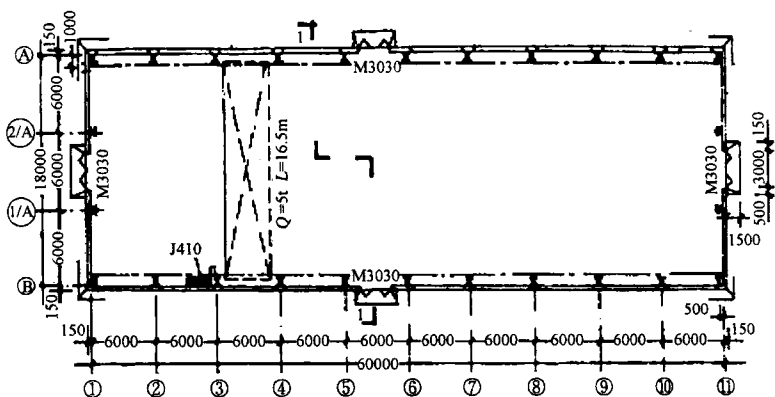

图 1-2 某单层工业厂房平面图
(1) 图 1-2 所示为某通用机械厂机修车间的平面图。车间的平面为一矩形,其横向轴线①~⑪共十个开间,柱子轴线之间的距离为 6000 mm,看图时应注意两端角柱与轴线(①和⑪)有 500 mm 的距离。纵向轴线④~⑧是通过柱子外侧表面与墙内沿定位的。这些定位轴线的位置必须看清楚,并要记住,否则在施工中会造成重大损失。
(2) 这个车间的柱子是采用工字形截面的钢筋混凝土柱。
(3) 该车间由于生产上的需要,在车间内设有一台桥式吊车,图上注明了吊车的起重量($Q=5\text{ t}$)和轨距($L_k=16.5\text{ m}$)。
(4) 在室内两侧的粗点划线,是表示吊车轨道的位置,也是吊车梁的位置。上下吊车用的工作梯,设在②~③开间的④轴线